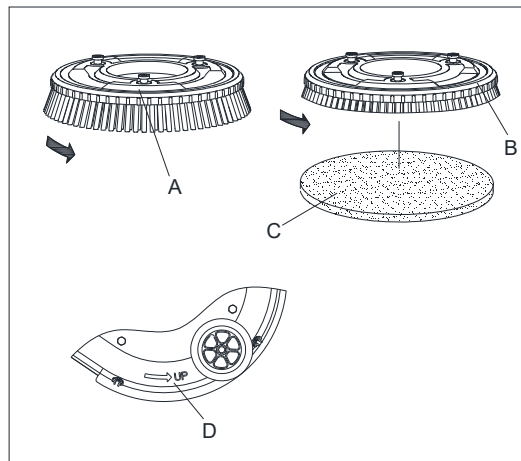

Figura 4
Instalați o perie corespunzătoare (C, Figura 4) sau o lavetă (B și C, Figura 4) conform tipului de pardoseală pe care o curățați.
2. Plasați suportul de perii/tampon jos sub platforma periei și centrați-le, după aceasta rotiți suportul de perii/tampon în direcția (D per Figura 4) indicată pentru a-l instala manual.
3. Apăsăți butonul unic de pornire (38 per Figura 2) de pe panoul de control, ridicați periile (9 per Figura 2) de jos, după care apăsați butonul de eliberare (40 per Figura 2) pentru a elibera periile automat. Rotiți în direcția opusă (D per Figura 4) pentru a dezasambla manual suportul de perii/tampon.